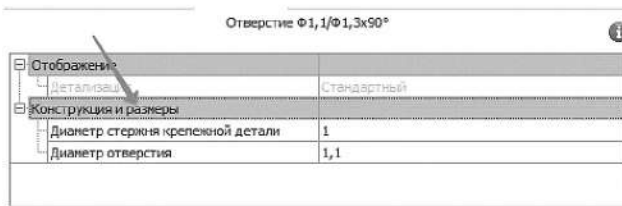

Рисунок 3.71. Конструкция и размеры отверстия
6.6 Выполните двойной щелчок мышью в поле **Конструкция и размеры** (рисунок 3.71).